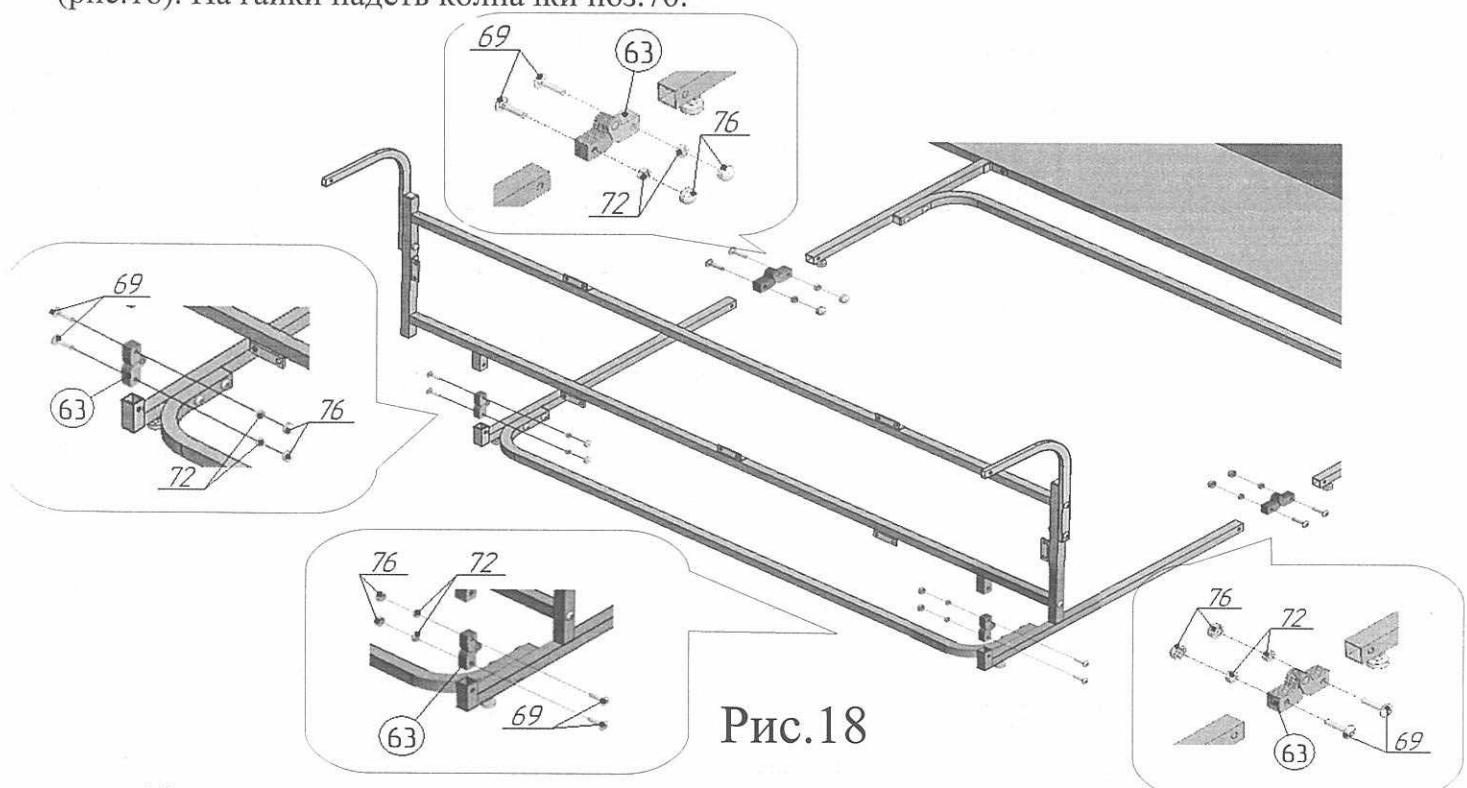

Рис.18
20. Соединить узлы, собранные в пунктах 16,17,18 друг с другом, используя шарниры с заклёпкой поз.63, Винт M6x25 поз.69, гайку M6 со стопорным кольцом поз.72 (рис.18). На гайки надеть колпачки поз.76.